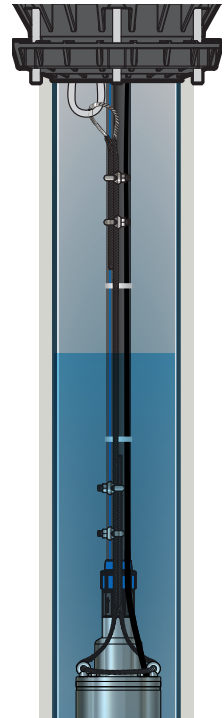

Рисунок 7
7. Погрузите насос в источник воды, придерживая за трос. По достижении требуемой глубины зафиксируйте трос (рисунок 7).